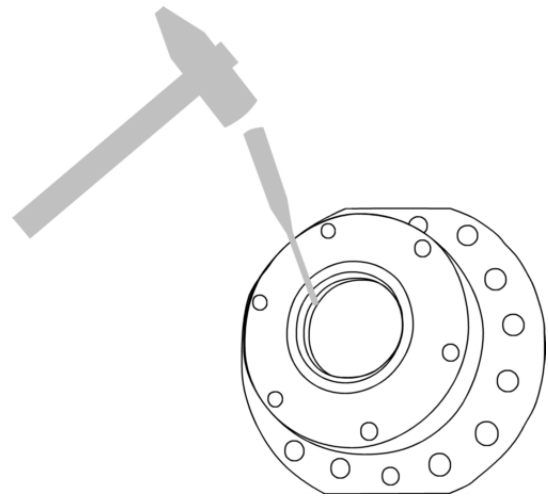

Figura 3 – Retirando o anel estático da tampa do selo de vedação.
- ❑ Retire o anel estático da tampa do selo, caso seja necessário, use um punção e martelo realizando batimentos suaves (figura 3). Tome cuidado para não danificar a tampa do selo de vedação.